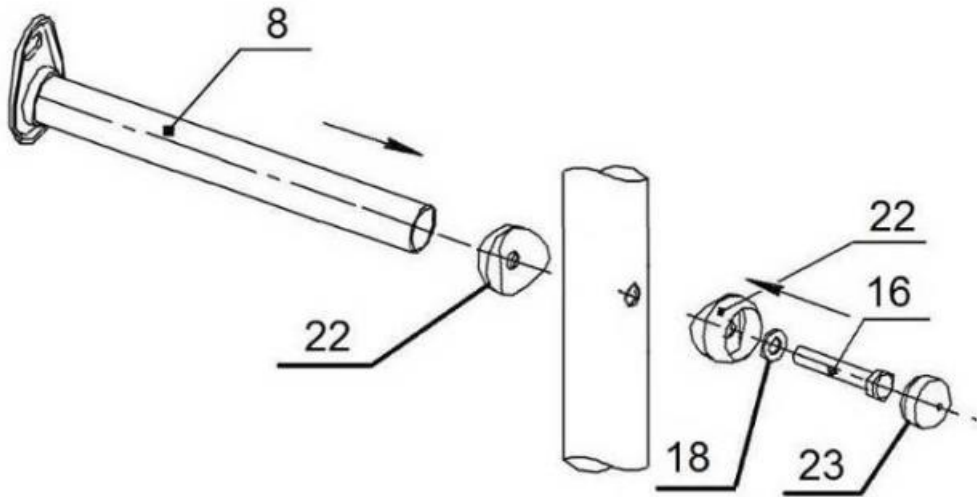

Rys.3
5.5.5 Skręć obie części słupków wg rys. 3 i rys.4